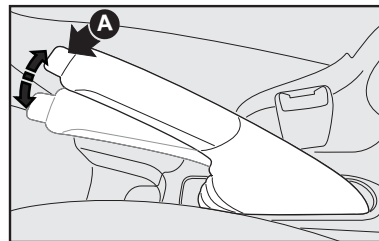

fig. 1
FREIO DE MÃO - fig. 1
- 1) Levantar levemente a alavanca e apertar o botão de desengate **A-fig. 1**.
- 2) Manter apertado o botão e abaxiar a alavanca. A luz-espia (D) apaga-se.